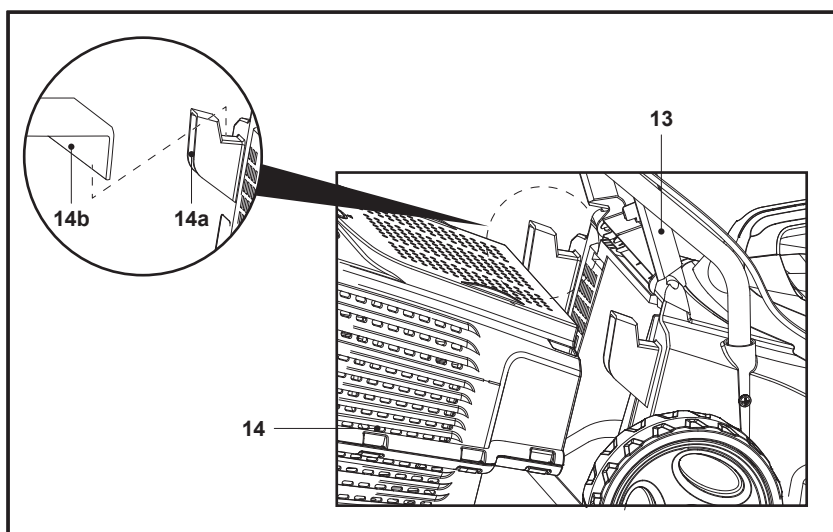

Fig. 6
2. Deschide deflectorul (13) și ține-l în poziție.
3. Aliniaza suporturile (14b) cu cârligele (14a) pentru a prinde coșul colector de iarbă (14) pe mașina de tuns gazonul (fig. 6).